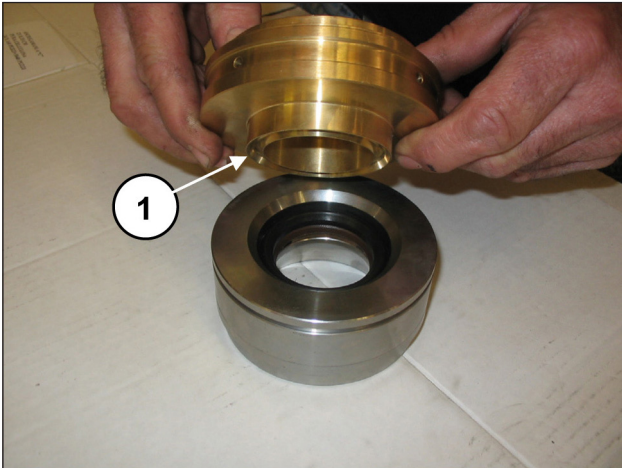
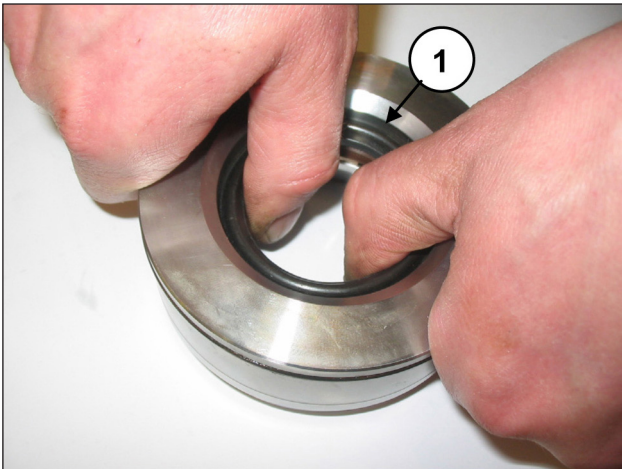

Fig. 131
Fig. 132
Separe o suporte das juntas da camisa (pos. ①, Fig. 131) para ter acesso aos vedantes de pressão (pos. ①, Fig. 132).